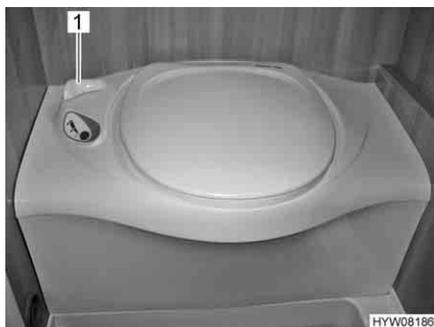

Bild 266 Thetford-Toilette
- Vor dem Spülen den Schieber der Thetford-Toilette öffnen. Dazu den Schieberhebel (Bild 266,1) entgegen dem Uhrzeigersinn drehen.
- Nach dem Spülen den Schieber schließen. Dazu den Schieberhebel (Bild 266,1) im Uhrzeigersinn drehen.